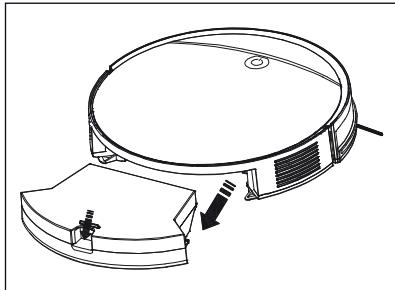

Fig. 7
- 1) Tryk på oplåsningsknappen 13 på støvbeholderen 14, og tag den ud af produktet (se fig. 7).